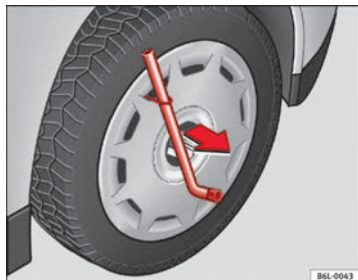

Fig. 135 Retirer l'enjoliveur de roue plein
- Retirez l'enjoliveur plein de la roue à l'aide de l'étrier métallique ⇒ fig. 135.